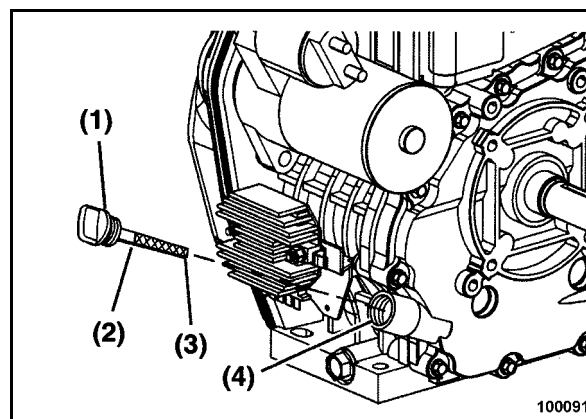

Fig. 46
- Desenroscar la varilla de medición de aceite (1) (Fig. 46), limpiarla con un paño libre de pelusas, y volver de enroscarla.